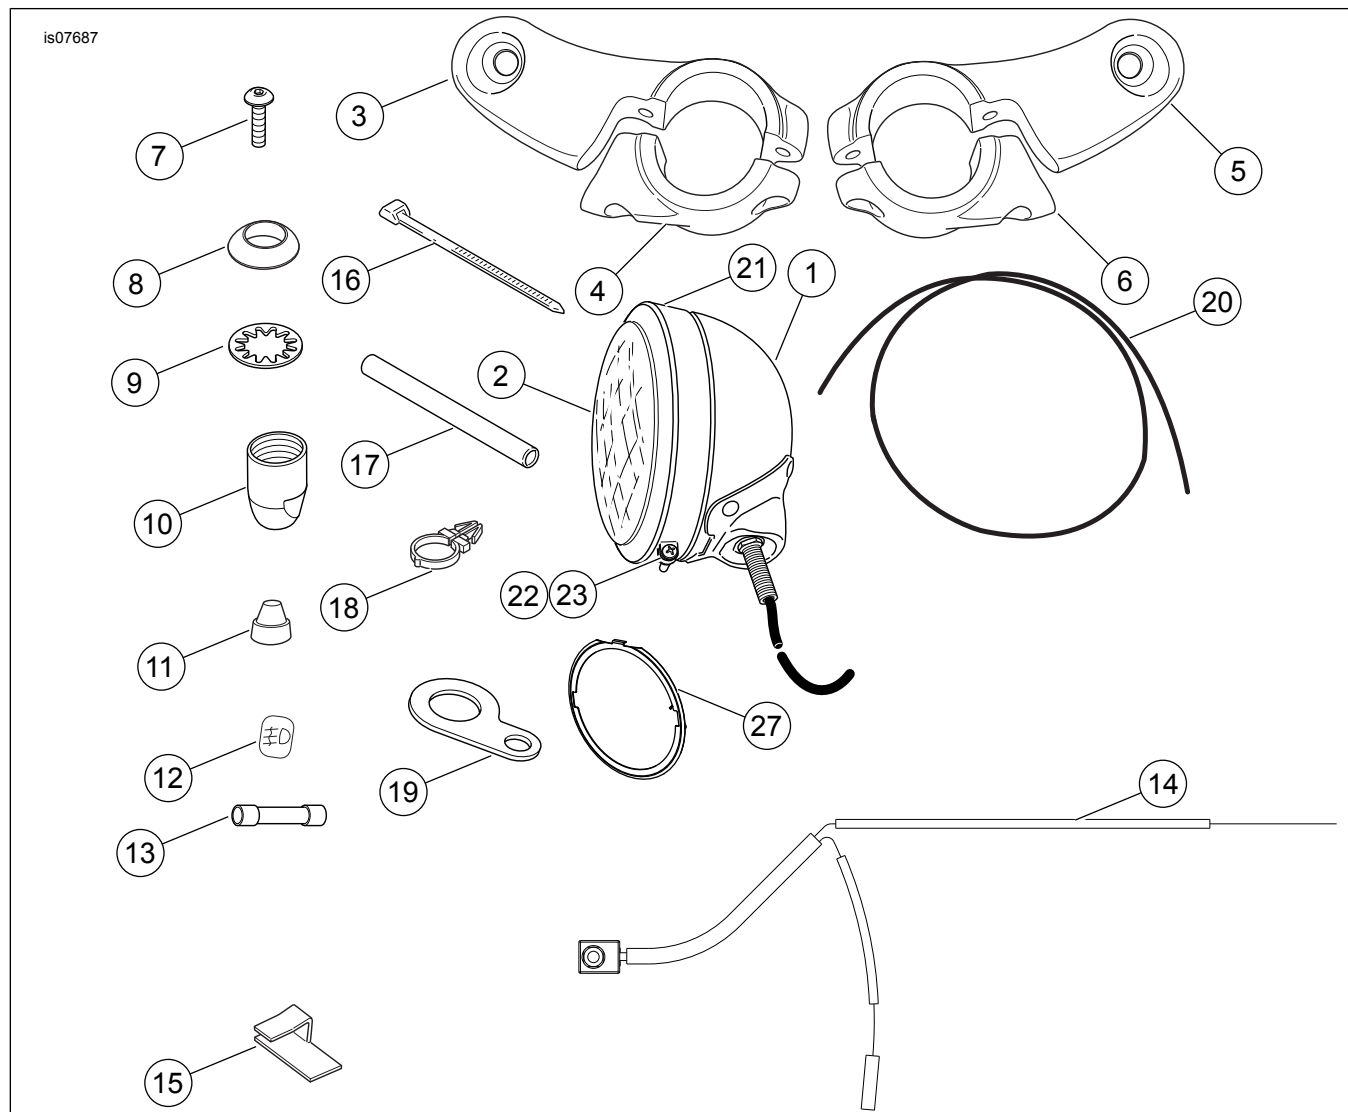

Figura 7. Parti di ricambio: Kit luce ausiliaria
Vedere Figura 7 e Tabella 1.
7. Vedere Figura 7. Posizionare l'anello di rivestimento esterno (24), l'anello di appoggio interno (27), la vite (25) ed il dado (26).
13. Vedere Figura 7 e l'appendice sui connettori del manuale di manutenzione. Installare il terminale femmina per il filo bianco del cablaggio (14) nella cavità vuota della parte femmina del connettore del faro anteriore.
16. Vedere Figura 7. Prendere dal kit la staffa di montaggio dell'interruttore (19). Rimuovere la protezione dall'interruttore della luce ed installare l'interruttore nella staffa. Sostituire la protezione sull'interruttore.
Se la protezione si dovesse usurare o danneggiare o se la si dovesse perdere, sostituirla per evitare che l'umidità penetri nell'interruttore. Vedere Figura 7 (elemento 11).
18. Vedere Figura 7. Fissare il tratto dell'interruttore della luce del cablaggio al manubrio utilizzando i fermi del cablaggio (elemento 18) secondo necessità. Inserire con uno scatto i fermi nei fori del manubrio.
26. Vedere Figura 7. Fissare i fili alla piastra inferiore dello sterzo della forcella utilizzando i fermi autoadesivi (15) presi dal kit.